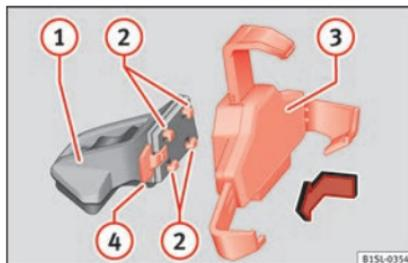
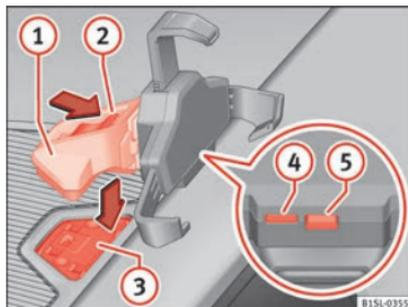

Abb. 134 Universalhalterung und Haltearm zusammenbauen.
Abb. 135 In der Mittelkonsole: Öffnungsverschluss für die Aufnahme des Infotainment-Systems
- Drücken Sie die Entriegelungstaste »» Abb. 135 ⑤ bis sich der obere Arm der Universalhalterung löst.
- Installieren Sie ggf. die Aufnahme für das Smartphone »» Abb. 134 ①.
- Setzen Sie das Smartphone in die untere Halterungen ein. Um die unteren Halterungen einzustellen, drücken Sie die Taste »» Abb. 135 ④.
- Halten Sie die Universalhalterung »» Abb. 134 ③ fest und drücken Sie die Entriegelungstaste »» Abb. 134 ④.
- Halten Sie den Haltearm »» Abb. 135 ① fest und drücken Sie die Entriegelungstaste »» Abb. 135 ④ in Pfeilrichtung.
- Stecken Sie die Universalhalterung » Abb. 134 ③ in die Verrastungen ② des Haltearms ①.
- Bewegen Sie die Universalhalterung seitlich in Richtung der Verriegelung ④ bis die Halterung hörbar einrastet » △.
- Setzen Sie den Haltearm » Abb. 135 ① von oben in die Halteplatte » Abb. 135 ③ ein und drücken Sie ihn nach unten bis er hörbar einrastet » △.